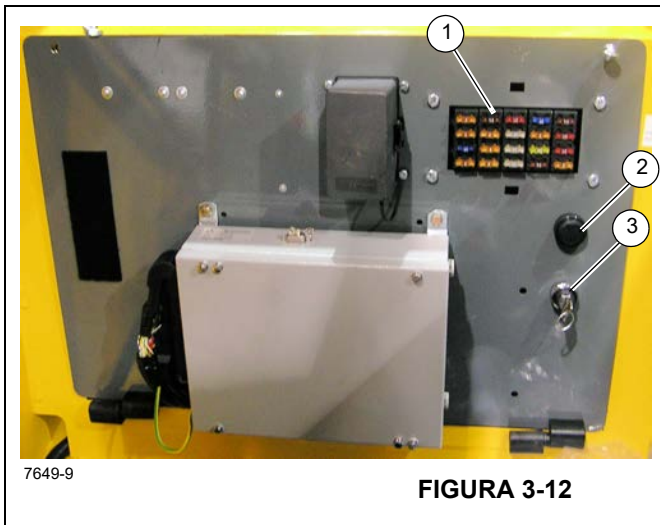

FIGURA 3-12
O painel de fusíveis (1) Figura 3-12 localiza-se atrás do assento da cabine no conjunto do painel de fusíveis e relés da cabine. Ele contém até 20 fusíveis que protegem os vários componentes elétricos do guindaste.
A chave de cancelamento de emergência do RCL (3, Figura 3-12) é um contato operado por chave que está localizada dentro da cabine do operador no conjunto do painel atrás do assento. Quando acionada (girada no sentido horário), a chave cancelará e evitará que o RCL trave as três funções do guindaste (abaixamento da lança, extensão do telescópio e elevação do guincho) caso ocorra uma sobrecarga ou condição de colisão do moitão.